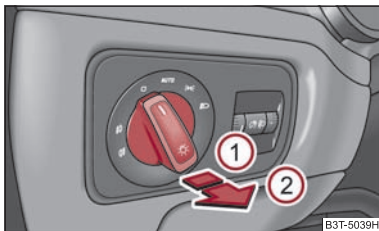

Fig. 49 Bordul: Comutator de lumini
- Rotiți comutatorul de lumini în poziția \mathcal{D} sau \mathcal{D}^+ ⇒ fig. 49.
- Trageți comutatorul de lumini în poziția ①.
- Trageți comutatorul în poziția ②.